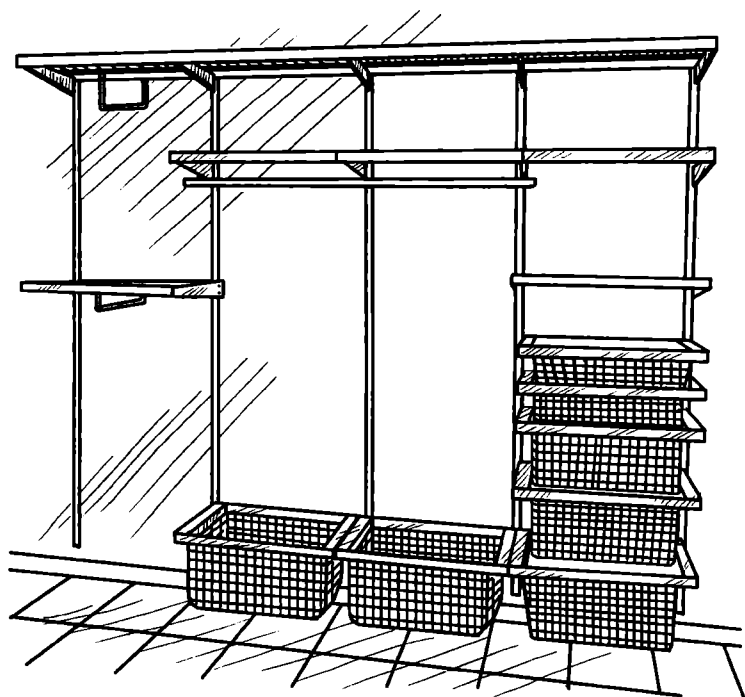

Рис. 142. Гардеробная со стеллажом из металлического профиля
4. Гардеробная со стеллажом из металлического профиля. Такая конструкция (рис. 142) оптимальна для небольших помещений, поскольку в ней отсутствует все лишнее, но при этом достаточно вместительная, поскольку она оборудована всем необходимым.